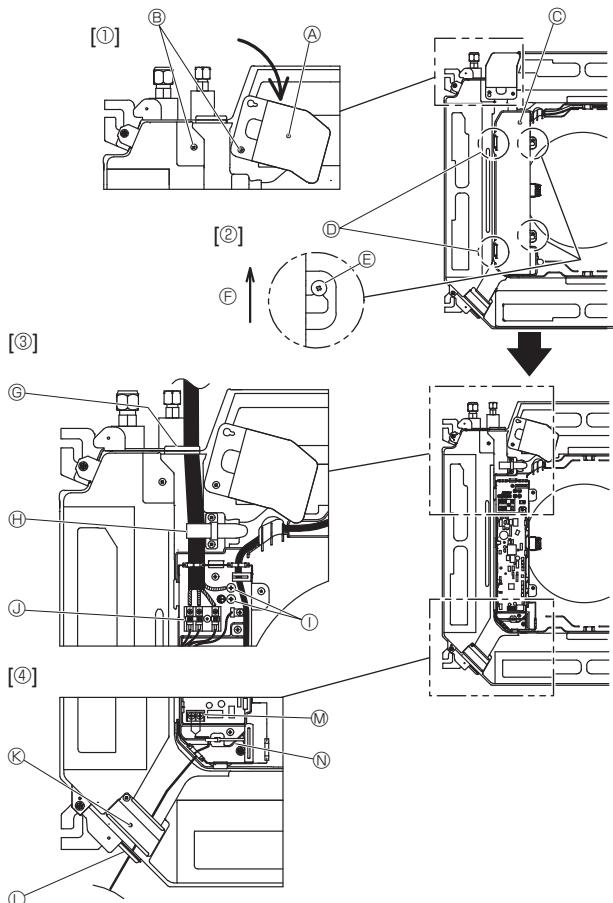

Fig. 6-1
6.1. Inomhusenhet (Fig. 6-1)
- Lossa de två skruvar som håller servicepanelen för elektriska ledningar och vrid den. [Fig. 6-1 ①]
- Lossa de två skruvar som håller eldosans lock och skjut av locket. [Fig. 6-1 ②]
- Dra strömkabeln, anslutningskabeln mellan inomhus- och utomhusenheten och jordkabeln genom respektive kabelgenomföringar enligt schemat. [Fig. 6-1 ③] Anslut den manta delen av strömförsljningskabeln och anslutningskabeln mellan inomhus- och utomhusenheten i elkomponentlådan. Använd krympmonterade ringkabelskor för plintkortet för anslutning mellan inomhus- och utomhusenhet samt för uttagssatsen för strömförsljning (tillval). [Fig. 6-2] Se Fig. 6-3 till 6-6 om du inte kan använda runda krimpade terminaler. Se 6.1.1. och 6.1.2. för anslutning.
- Dra fjärrkontrollens kabel genom ledningsöppningarna enligt schemat. [Fig. 6-1 ④, Fig. 6-3] Se 6.1.1. och 6.1.2. för anslutning.